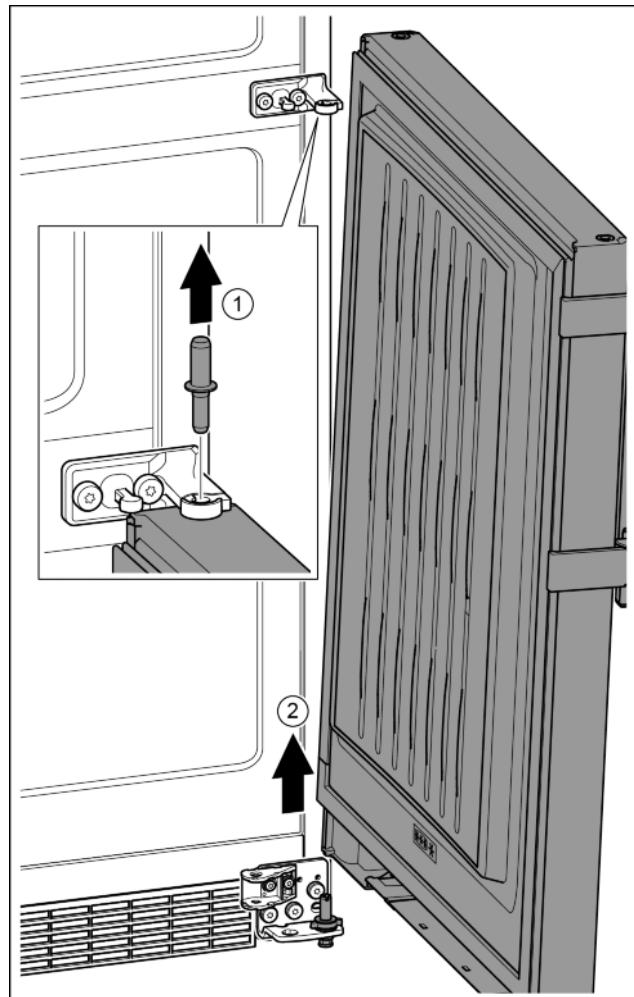

Fig. 23
- Извлечь пальцы движением вверх. *Fig. 23 (1)*
- Отклонить дверь, приподнять вверх и отставить в сторону. *Fig. 23 (2)*